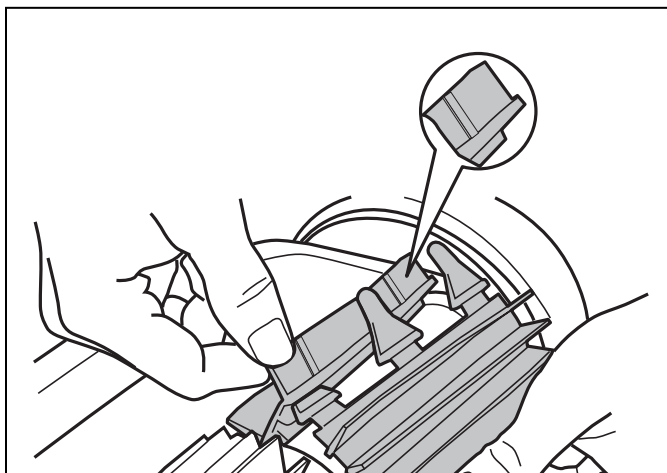

Figura 25. Indicadores de desgaste
El limpiador está equipado con cepillos de PVC. En los cepillos, hay indicadores de "desgaste" (Figura 25) Para mantener un óptimo rendimiento del limpiador, tendrá que reemplazar los cepillos tan pronto como uno de los indicadores de desgaste así lo indique (incluso si el desgaste no es parejo). Se recomienda reemplazar los cepillos cuando se alcance el indicador de desgaste o cada dos (2) años, lo que suceda primero.